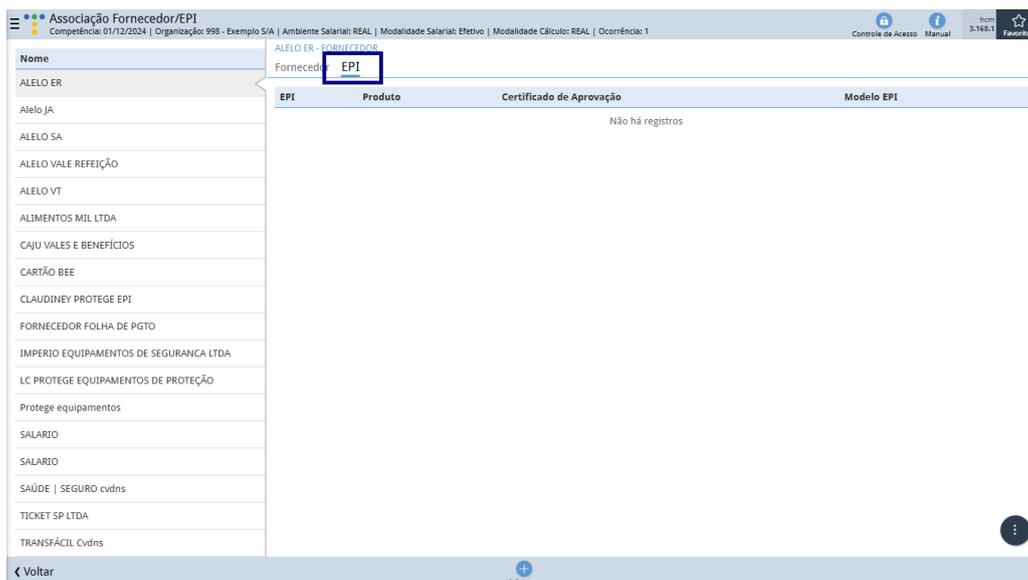

Figura 72: EPI
3. Selecione o fornecedor desejado e acesse a aba **EPI** (Figura 72).